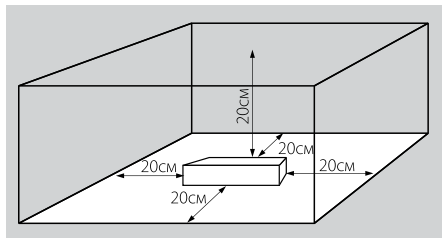

Рис.1
- 4.2. Для естественной вентиляции обеспечьте свободное пространство вокруг источника питания не менее 20см, как изображено на Рис.1. При невозможности обеспечить свободное пространство используйте принудительную вентиляцию.